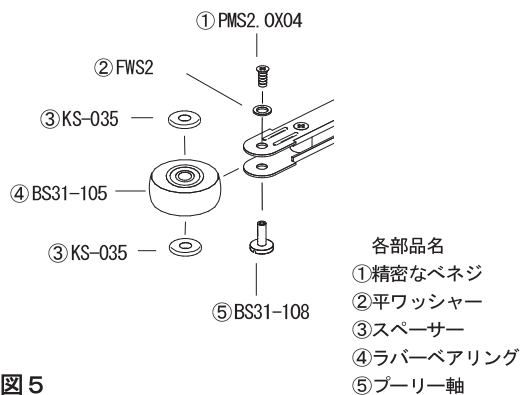

図5
①のネジを外し、⑤のプーリー軸を引き抜くと、④のラバーベアリングが取り出せます。(図5参照)
④のラバーベアリングを取り付けるときは、③のスペーサー2枚でラバーベアリングをはさみ、アームに差し入れてください。そして、下から⑤のプーリー軸を差し込み、①のネジで締め付けて下さい。